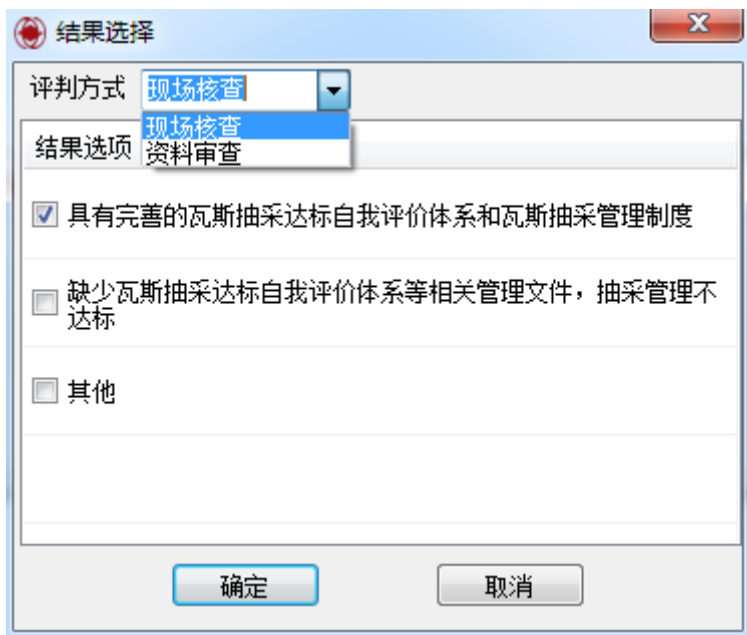

图 4-10 矿井瓦斯抽采达标自我评价和瓦斯抽采管理制度结果对话框
2. 点击“确定”将出现图 4-10 所示矿井瓦斯抽采达标自我评价和瓦斯抽采管理制度结果对话框。